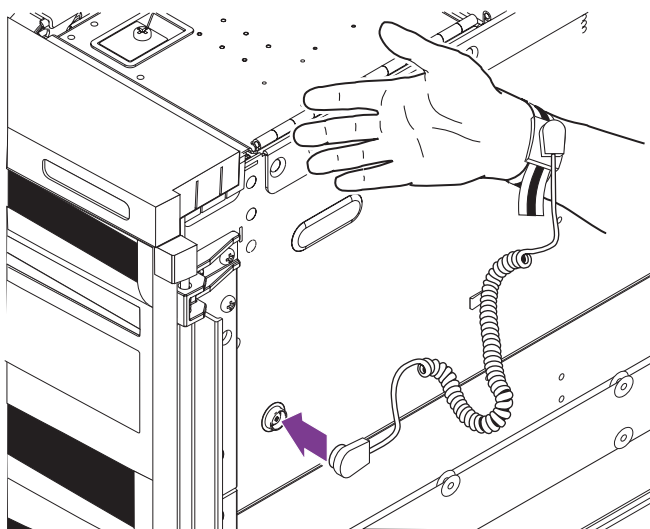

図 2-2 右側面への ESD リストストラップの取り付け
- 右側面 (正面寄り) (図 2-2)
- 図 2-2 に示すように、ESD リストストラップをシャーシに取り付けます。